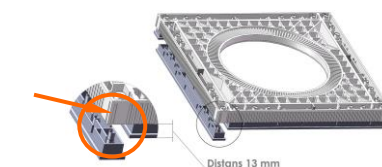

Fig 5
- **För 13 mm förhöjning** av befintligt golv, Vrid distansen så att "piggen" är mot plattans hörn, se Fig 5, och tryck fast distans på undersidan.